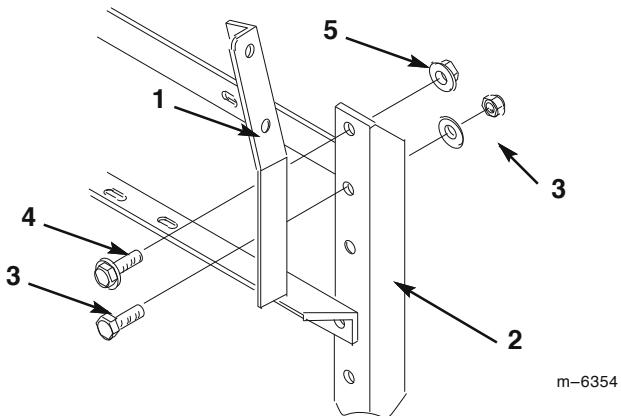

図7
- カバー付きブームの場合、またはブームを搭載していない場合は、コントロール・ボックス・サポート・ブラケットを右後ろブーム・フレーム(図7)に取り付ける。既存の金具、フランジ・ボルト(1/2 x 1/2 インチ)とフランジ・ナット(1/2 インチ)各1個を使用。